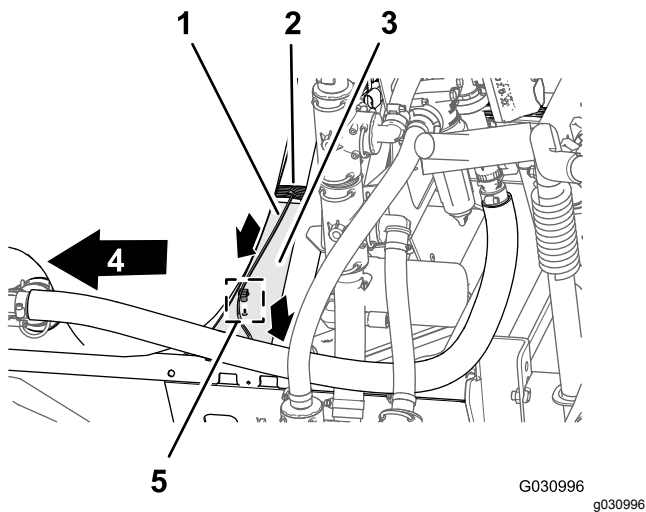

図 94
1. スプレーポンプのソレノイド用の 86.6cm の枝線を、機体のフレームチャネル部材の上を横断させ、そこから下ってポンプソレノイドへ配設する図 94。
2. 86.6 cm の枝線の押し込み型のファスナを、機体フレームのチャンネル部材の穴に差し込む 図 94。